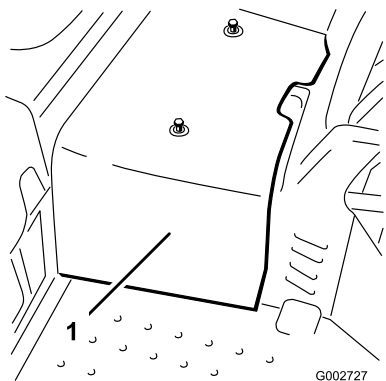

Рисунок 42
2. Ослабьте два винта крепления центрального кожуха к машине и снимите кожух (Рисунок 42).